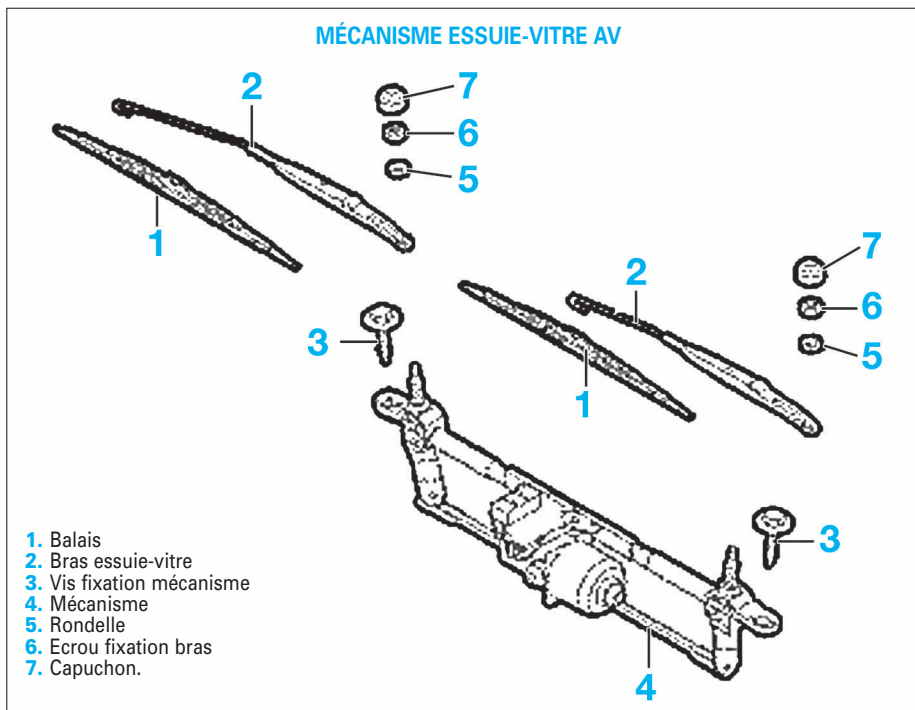

FIG. 23
- Sur le mécanisme, dégager partiellement la protection, puis débrancher le connecteur (Fig.23).